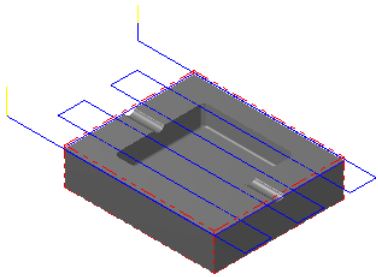

图 11.11 刀具路径
Step10. 单击“2D 刀具路径 – 平面铣削”对话框中的按钮，完成加工参数的设置，此时系统将自动生成图 11.11 所示的刀具路径。